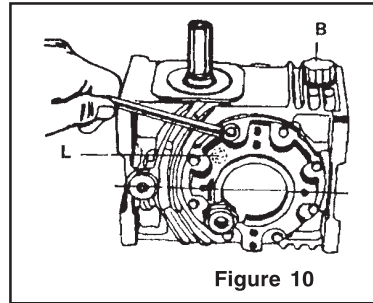

Figure 10
2. Remove all the screws of the output cover and rotate the cover in such a way that the oil level indicator position comes to 45° above the horizontal axis as shown in fig. 10
3. Replace the drain plug (D) and breather plug (B) and fix it to the appropriate position as shown in fig. 10.
5. The gear unit is ready for NU-H (X)/NU-H(Y) position.
२. आउटपुट कवरके सभी स्क निकाल दें और कवर को इस तरफ घुमाइये कि वह Fig. 10 के अनुसार ऑइल लेवल इन्डिकेटर की समछितिज दुरी उपर पर 45° आ जाये ।
३. ड्रेन प्लग (D) और ब्रीदर प्लग (B) का स्थलांतर करे । जैसा कि Fig. 10 में दर्शाया गया है , ब्रीदर प्लग को बदलते समय एल्बो (E) निकाल दें और यथाचित स्थिति मे लगाये ।
५. अब गियर एकम NU-H(X)/NU-V(Y) परिस्थिति के लिये तैयार है ।